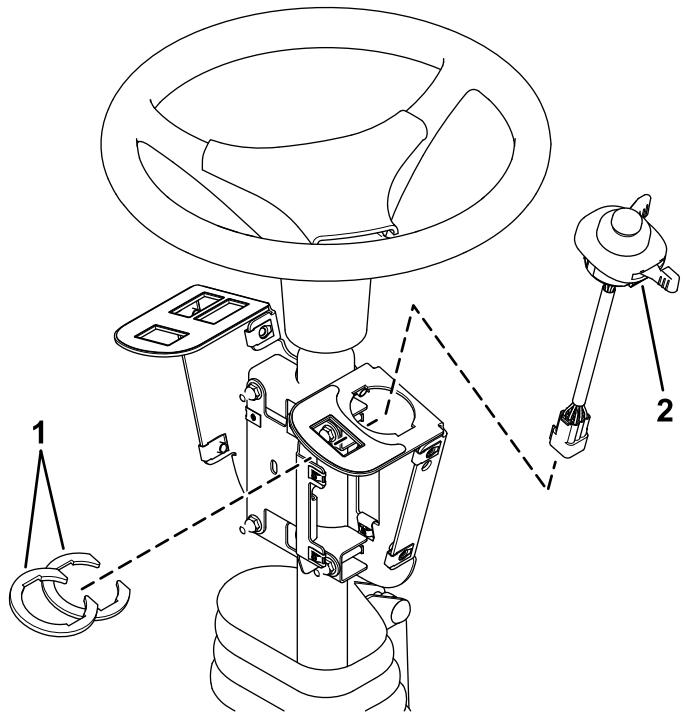

Figura 5
2. Instale el interruptor multifunción en el soporte de los interruptores y sujetelo usando las grapas circulares debajo del orificio del interruptor (Figura 5).